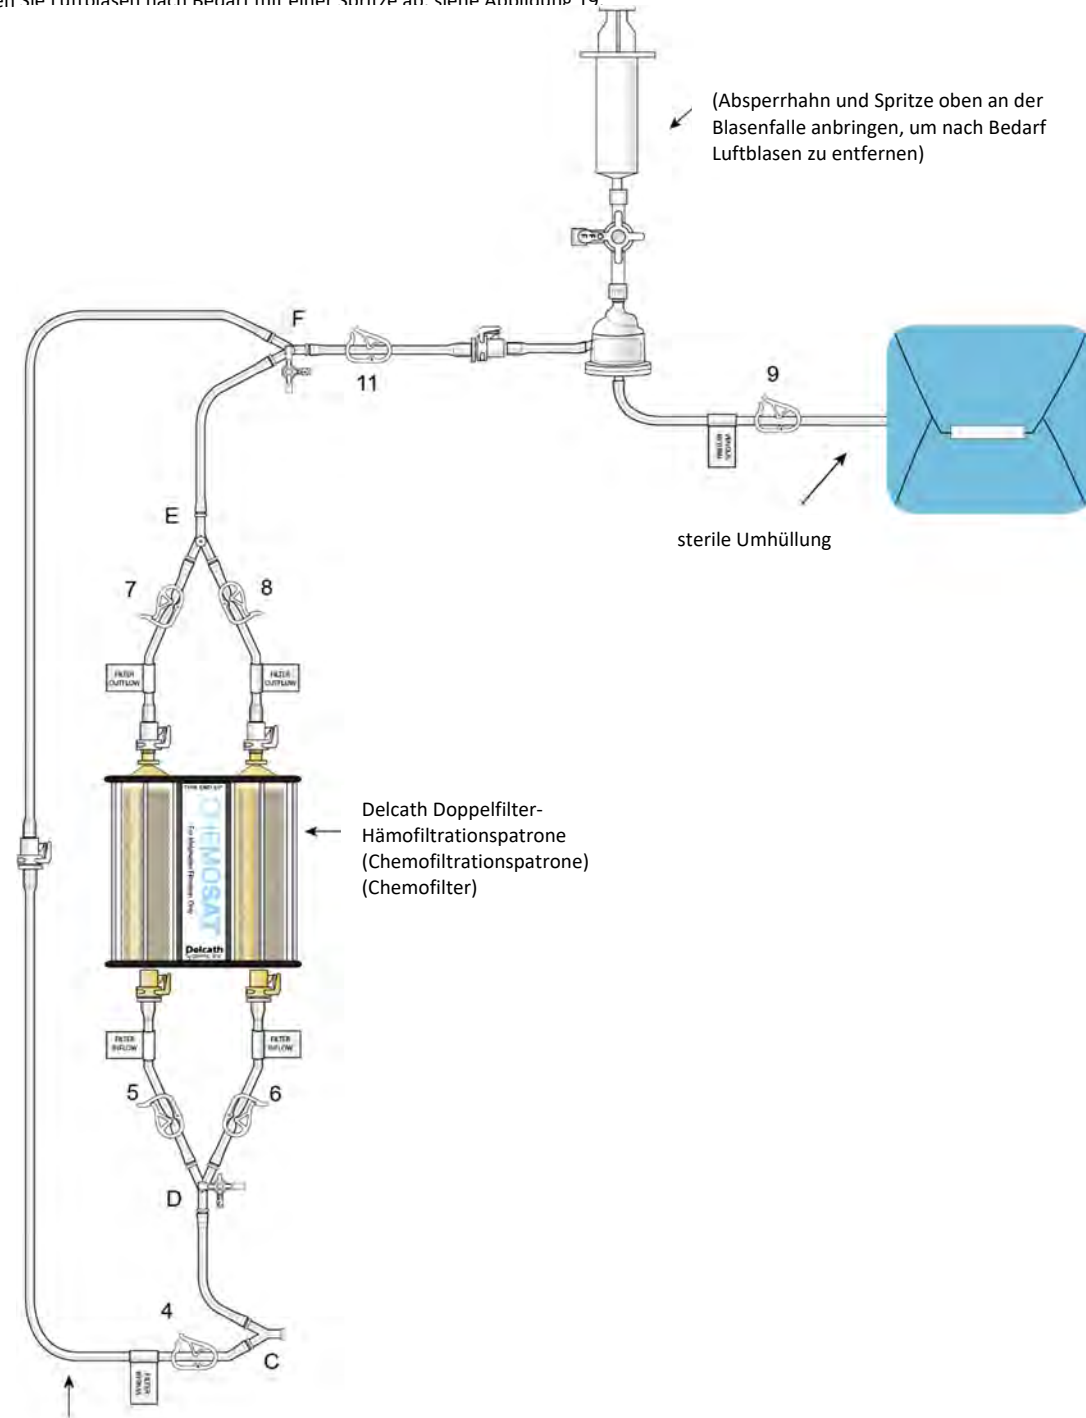

**Abbildung 18**
- (c) Verbinden Sie Stecker und Buchse des Schnellverbindungsstücks (drücken und klicken), das sich an der Abflussklemme (11) befindet, siehe Abbildung 18. Positionieren Sie die Blasenfalle im Blasenfallenhalter oberhalb der Filterpatronen.